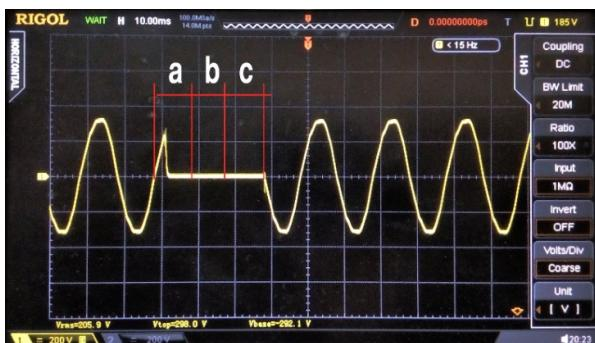

Рисунок 7
В обоих случаях переключение осуществляется двухкаскадным релейным переключателем (рисунок 7), гарантирующим отсутствие сквозных токов между источниками даже в условиях больших перенапряжений.
- Примерно 7 мс размыкается реле первого каскада на входе «A» (рисунок 7);
По умолчанию эта команда активна. При переключении с одного входа на другой, реле первого каскада (рисунок 7) будет замыкаться в момент нулевого значения напряжения на входе, на который переключается устройство.